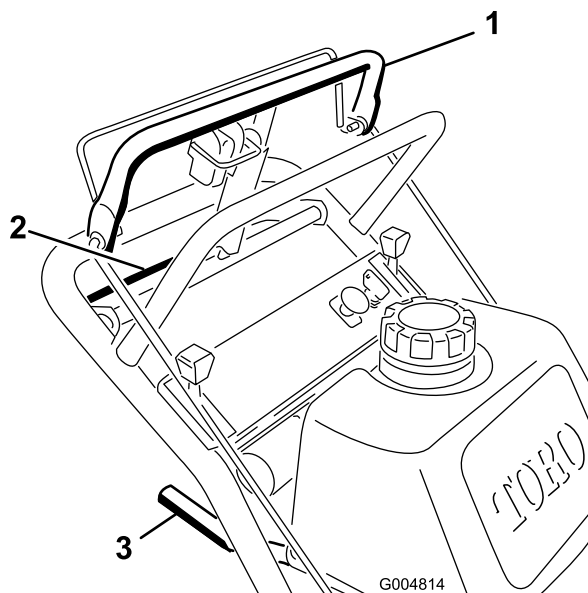
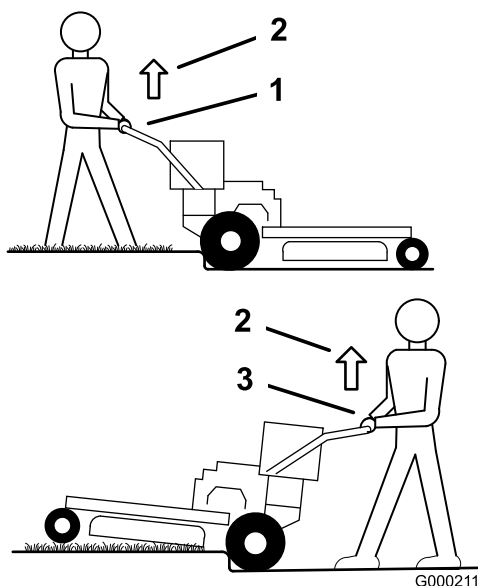

Figura 9
Figura 10
1. Para ir hacia adelante, mueva la palanca de cambios a una marcha hacia adelante (Figura 9).
3. Presione lentamente la barra de control superior para conducir hacia adelante (Figura 9).
Para ir recto, aplique la misma presión a los dos extremos de la barra de control superior (Figura 9).
Para girar, deje de empujar la barra de control superior del lado al que desea girar (Figura 9).
3. Apriete lentamente la barra de control inferior y el manillar inferior para conducir hacia atrás (Figura 9).
3. Conduzca la máquina hasta que las ruedas giratorias toquen el bordillo (Figura 10).
4. Levante la parte delantera de la máquina empujando el manillar inferior hacia abajo (Figura 10).
5. Conduzca la máquina hasta que las ruedas de tracción toquen el bordillo (Figura 10).
6. Baje la parte delantera de la máquina (Figura 10).
7. Al mismo tiempo, engrane la barra de control inferior y levante el manillar inferior para conducir la máquina por el bordillo (Figura 9 y Figura 10).
3. Conduzca la máquina hasta que las ruedas de tracción toquen el bordillo (Figura 10).
4. Al mismo tiempo, engrane la barra de control inferior y levante el manillar inferior (Figura 9 y Figura 10).